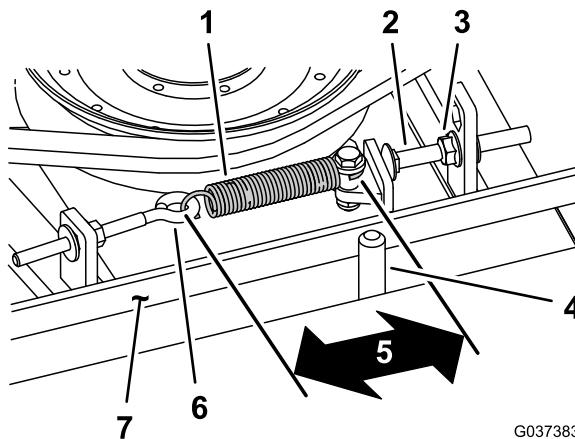

Figura 101
Cuando está correctamente tensado, la longitud en el interior del muelle de extensión (entre ganchos) debe ser de 8,3 cm a 9,5 cm aproximadamente. Una vez que haya obtenido la tensión correcta del muelle, ajuste el perno de tope (perno de cuello cuadrado) hasta que quede aproximadamente 2–5 mm de holgura entre la cabeza del perno y el brazo tensor (Figura 101).
**Nota:** Asegúrese de que la correa está colocada en el lado del muelle de la guía de la correa (Figura 101).
2. Afloje el perno de ojal (Figura 101).
3. Afloje la tuerca con arandela prensada que fija el perno de tope a la pestaña de montaje, y aparte la polea tensora de la correa (Figura 101).
9. Conecte el muelle de extensión (Figura 101) al perno de ojal y tense la correa de la siguiente manera: